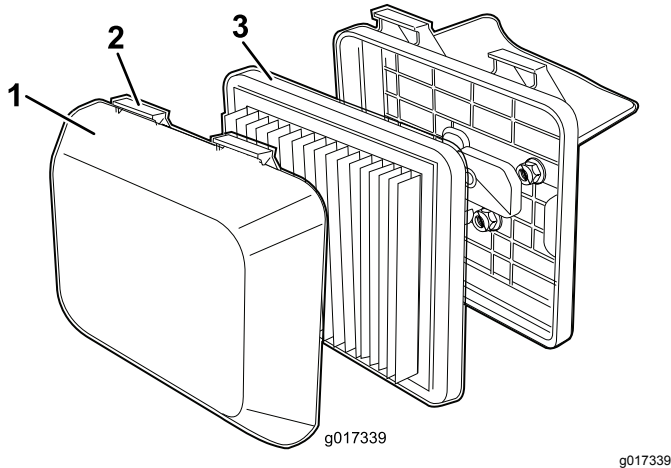

Bild 20
1. Drücken Sie die Verriegelungsnasen oben an der Luftfilterabdeckung nach unten (Bild 20).
3. Entfernen Sie den Filter (Bild 20).